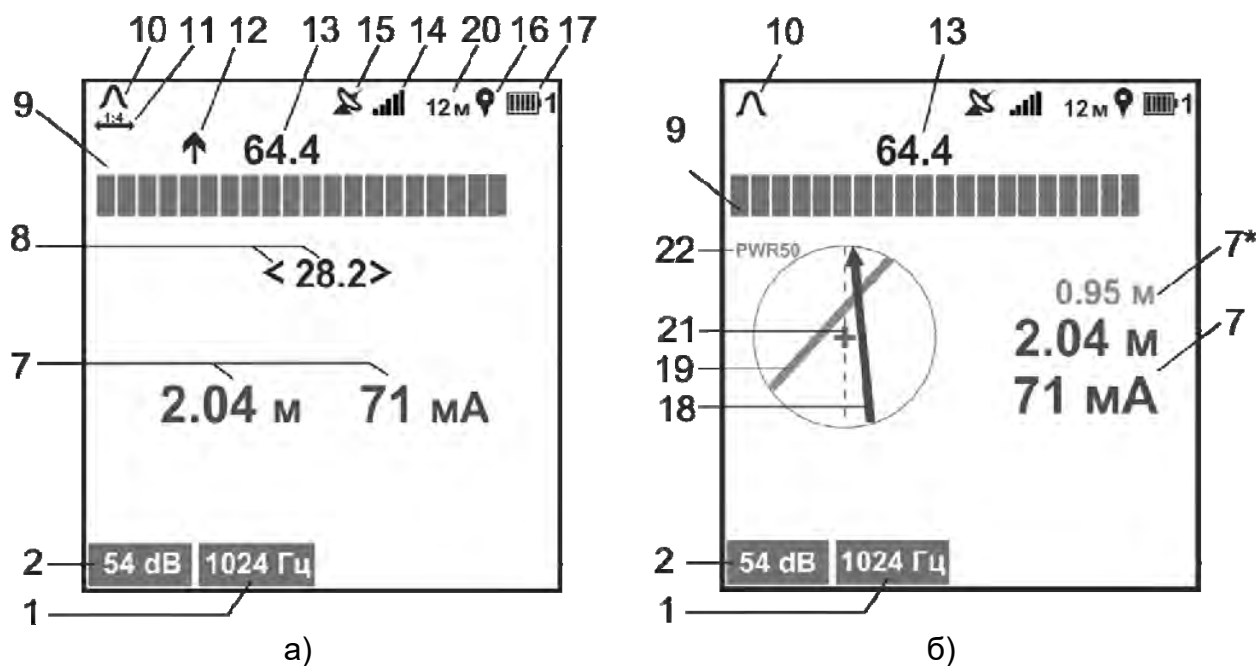

Рисунок 3.2 – Индикация приемника в режиме «ТРАССА»
- режим «ТРАССА» – для поиска коммуникаций с одновременным определением глубины её залегания, величины протекающего по ней тока рабочей частоты (рисунок 3.2а). Дополнительно при включенной функции «КОМПАС», отображается положение и направление коммуникации относительно приемника (рисунок 3.2б).
*Примечание. Индикация значения уровня входного сигнала в «дБ» при поиске по «максимуму» и «минимуму» (соответственно поз. 13 и 8 на рис. 3.2) при перегрузке соответствующих им входных каналов меняет свой цвет на красный*
При включенной опции «растяжка шкалы «максимум» 1:4» цена деления уменьшается в четыре раза, тем самым увеличивая разрешающую способность шкалы. При этом на экране отображается символ «» (поз. 11 на рис. 3.2), под шкалой «максимум» появляется желтая полоса, указывающая положение окна растяжки относительно исходной (нерастянутой) шкалы.
Коммуникация схематически отображается на индикаторе в виде линии – указателя положения коммуникации (поз. 18 рис. 3.2б и 3.3б). Одновременно с этим в режиме «ТРАССА» на индикаторе отображаются шкала «максимум» и уровень входного сигнала, в режиме «ТРАССА-ДАТЧИК» отображаются шкала и уровень входного сигнала по входу «ДАТЧИК», а также его относительная полярность.
По мере продвижения по трассе ориентируйте приемник относительно коммуникации таким образом, чтобы на экране указатель положения коммуникации (поз. 18 рис. 3.2б) совпадал с осью приемника (поз. 21 рис. 3.2б).